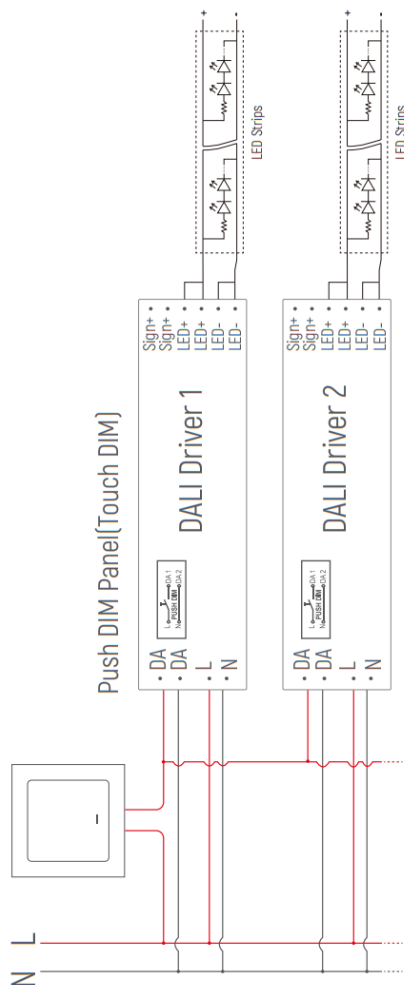

Рис.6. Схема проводки для подключения к PUSH Диммеру
3. Подключение к Push диммеру - см. рис. 6